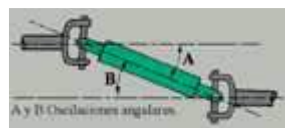

Fig. 50
Permiten oscilaciones angulares (A) y (B) de hasta 25° (fig. 50).